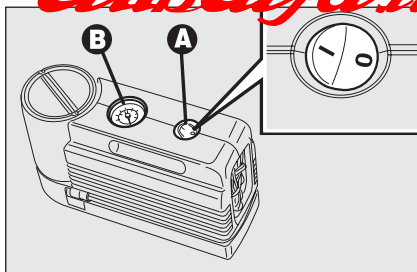
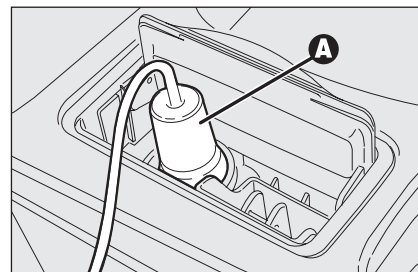

fig. 16
fig. 17
- assicurarsi che l'interruttore **A-fig. 16** del compressore sia in posizione **0** (spento), avviare il motore, inserire la spina **A-fig. 17** nella presa di corrente/accendisigari sul tunnel e azionare il compressore portando l'interruttore **A-fig. 16** in posizione **I** (acceso);
- gonfiare il pneumatico alla pressione prescritta nel paragrafo "Ruote" nel capitolo "Dati tecnici". Per ottenere una lettura più precisa si consiglia di verificare il valore della pressione sul manometro **B-fig. 16** con il compressore spento;